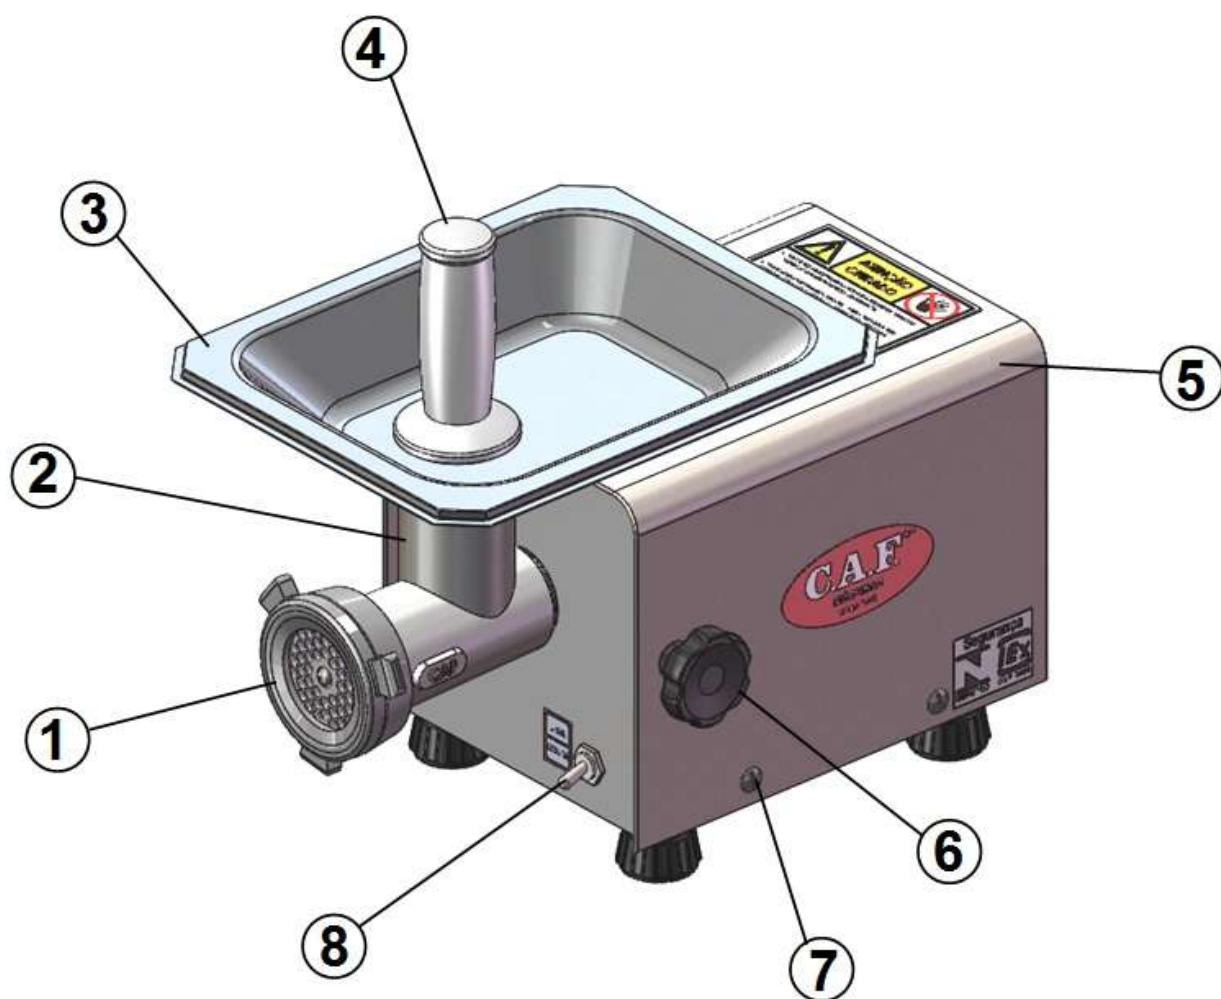

Fig. 1
- 2) Coloque a bandeja (Item 3 - Fig.1).
- 3) Pressione o Botão Liga/Desliga (Item 8 - Fig.1) para ligar o equipamento.